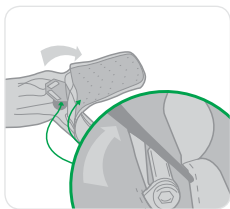

Рисунок 9
- Расстегните молнию на задней панели рюкзака и проверьте соединительный элемент привязи на наличие признаков повреждения, деформации, коррозии или растрескивания. Проверьте надежность крепежного болта (рис. 9). В случае обнаружения видимых повреждений или ненадежности болта следует прекратить эксплуатацию снаряжения Latchways PRD и обратиться в компанию Latchways или к ее уполномоченному агенту для получения рекомендаций.